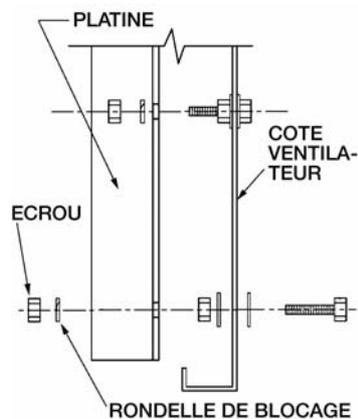

Figure 14 - Installation de la Platine
2. Utiliser les rondelles et les écrous de 8 mm pour fixer la platine sur l'unité (Voir Figure 14)